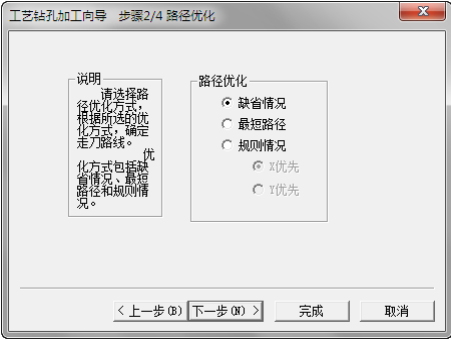

图 8-135 路径优化设置
3) 单击“下一步”按钮, 选择“路径优化”为“缺省情况”, 如图 8-135 所示。